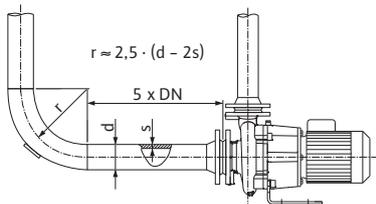

Fig. 3: Beruhigungsstrecke vor und nach der Pumpe
- Vor und hinter der Pumpe ist eine Beruhigungsstrecke in Form einer geraden Rohrleitung vorzusehen. Die Länge der Beruhigungsstrecke muss mindestens die 5-fache Nennweite des Pumpenflansches betragen (siehe Fig. 3). Diese Maßnahme dient der Vermeidung von Strömungskavitation.